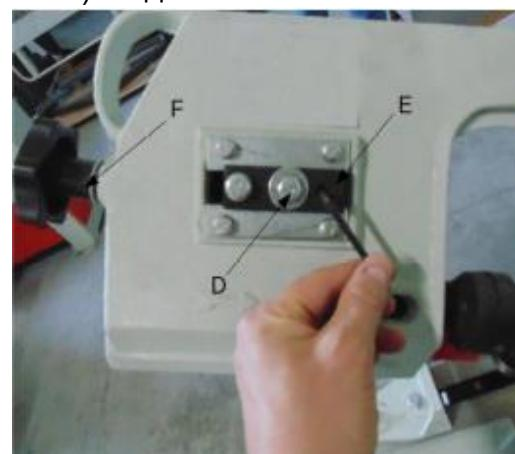

Рис. 8
4. Ослабьте винт D (рис. 8).
5. При работающей пиле поверните винт (E) так, чтобы ход полотна был правильным. Убедитесь, что натяжение также правильное, используя ручку регулировки (F).
6. После окончания регулировки затянуть винт D (рис. 8).
7. **ВАЖНО:** ПРИ РЕГУЛИРОВКЕ ВОЗМОЖНО СЛИШКОМ СИЛЬНОЕ ЗАТЯГИВАНИЕ РЕГУЛИРОВОЧНОГО ВИНТА (E НА РИС. 8), ЧТО ПРИВЕДЕТ К НЕПРАВИЛЬНОМУ ВЫРАВНИВАНИЮ ПОЛОТНА. В этом случае следует ослабить регулировочный винт (E) на несколько оборотов, но не вытаскивать его из резьбы, затем открутить винт D. Винт D поворачивать по часовой стрелке, не затягивая его до конца.
После этого затянуть винт E, пока он не коснется поверхности. Запустить станок и слегка поверните регулировочный винт (E) по часовой стрелке, пока ход полотна не будет правильным. Затяните винт D (рис. 8).